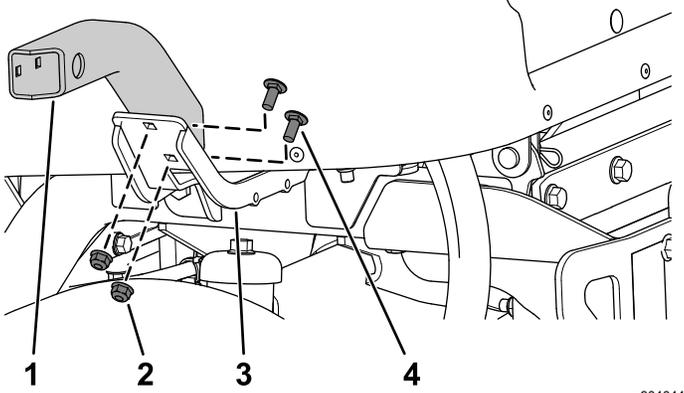

Figura 18
4. Sujete el soporte corto izquierdo al soporte izquierdo con 2 pernos de cuello cuadrado (5/16" x 3/4") y 2 tuercas con arandela prensada (5/16"), como se muestra en la Figura 18.